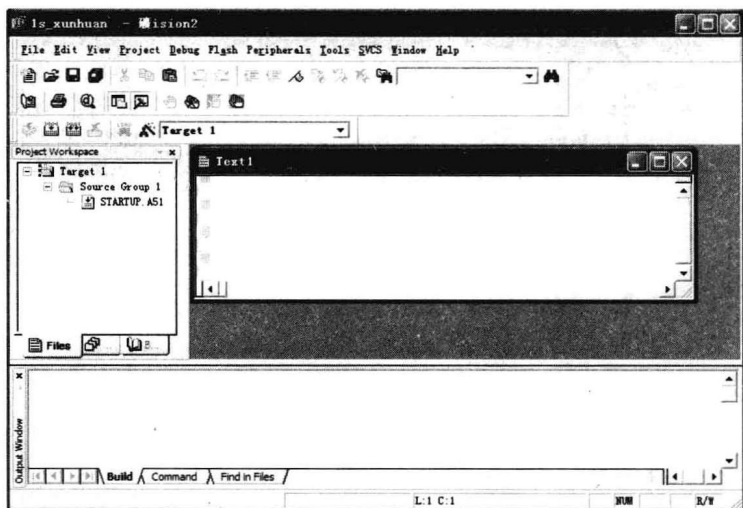

图 1-6 新建文本
(5) 选择 File | New 命令，或单击工具栏中的 New 按钮 ，新建一个空白文本文件，如图 1-6 所示。